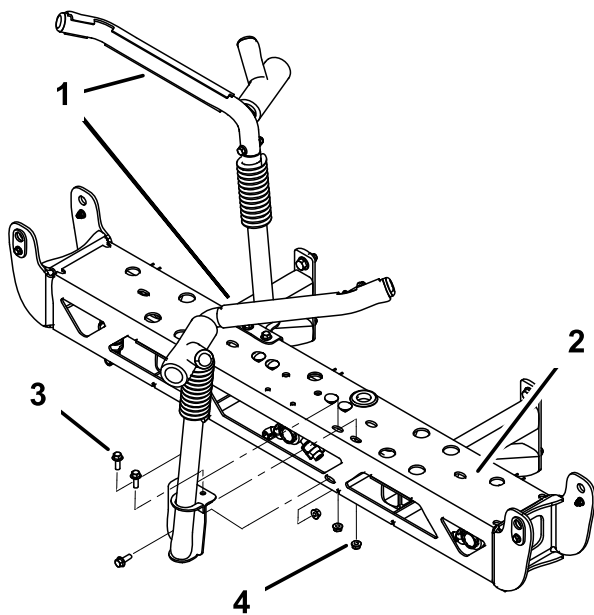

図 27
- 2. 中央ブームに、移動走行用ブーム・クレードルを取り付ける；ボルト6本 ((3/8 x 1-1/4 インチ)) およびロックナット6個 ((3/8 インチ)) を使用する。取り付け方向は図 27 を参照。